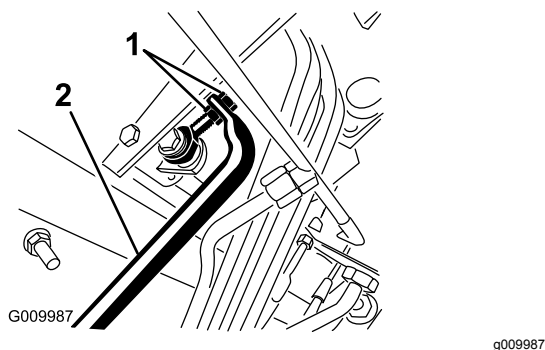

Figura 52
- Ajuste las contratueras del extremo de la varilla de la bomba para desplazar el tubo de control de la bomba hacia adelante, para eliminar el movimiento de la máquina hacia adelante, o hacia atrás, para eliminar el movimiento hacia atrás (Figura 52).